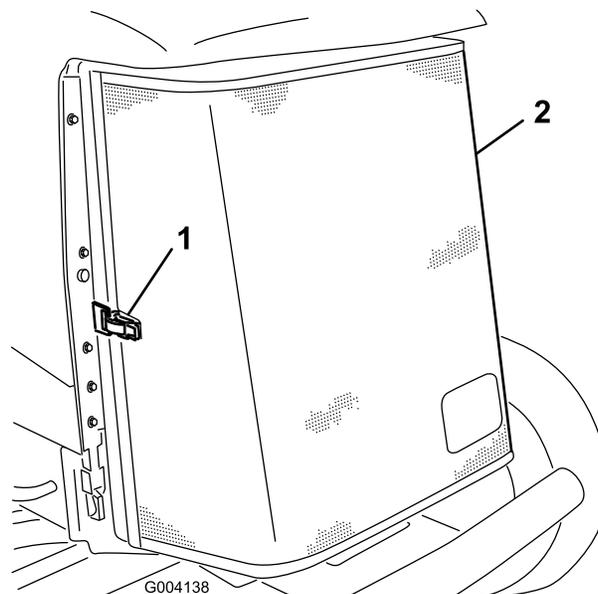

図 112
5. 後スクリーンのラッチを外してスクリーンを開く **図 112**。